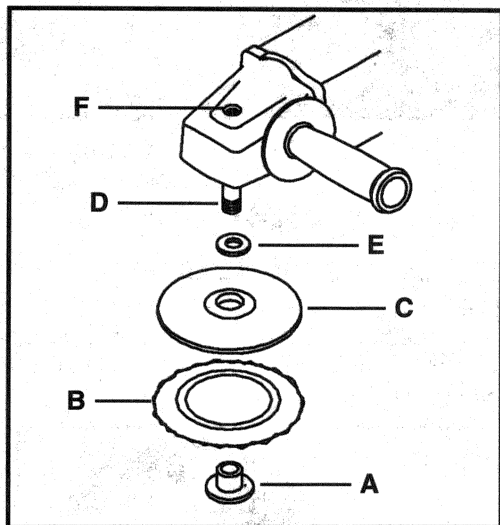

Fig. 4
2. Placez la rondelle « E » (voir Fig. 4) sur l'axe « D ».
3. Appuyez sur la cheville « F » de blocage d'axe (voir Fig. 4), et placez le coussinet d'appui « C » sur l'axe « D ».
4. Placez l'écrou de retenue « A » (voir Fig. 4) à travers le trou pratiqué dans le disque de polissage « B » en laine d'agneau (disponible chez la plupart des vendeurs), et tournez en sens horaire sur l'axe jusqu'à ce qu'il soit calé. Le disque de polissage se serrera sous l'effet du fonctionnement normal de la polisseuse.
Appuyez sur la cheville « F » de blocage d'axe (voir Fig. 4) et tenez. Saisissez le bord du disque de polissage et du coussinet d'appui fermement, tournez en sens anti-horaire pour enlever.